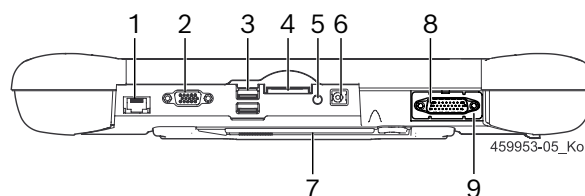

Fig. 2: KTS 350 Utseende på gränssnitt
1. Anslut OBD-anslutningsledningen till KTS 350 (fig. 2, pos. 8) och anslut fordonet på OBD-gränssnittet.